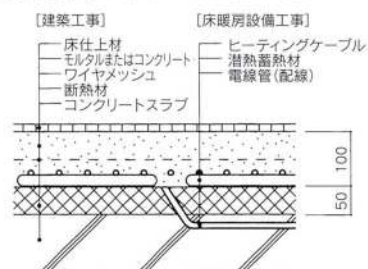

図4 潜熱+顕熱蓄熱式電気床暖房方式
1) 床構造——大阪府能勢町のB社に納入した暖房方式は潜熱+顕熱蓄熱式で、その床構造詳細は図4に示すとおりである。